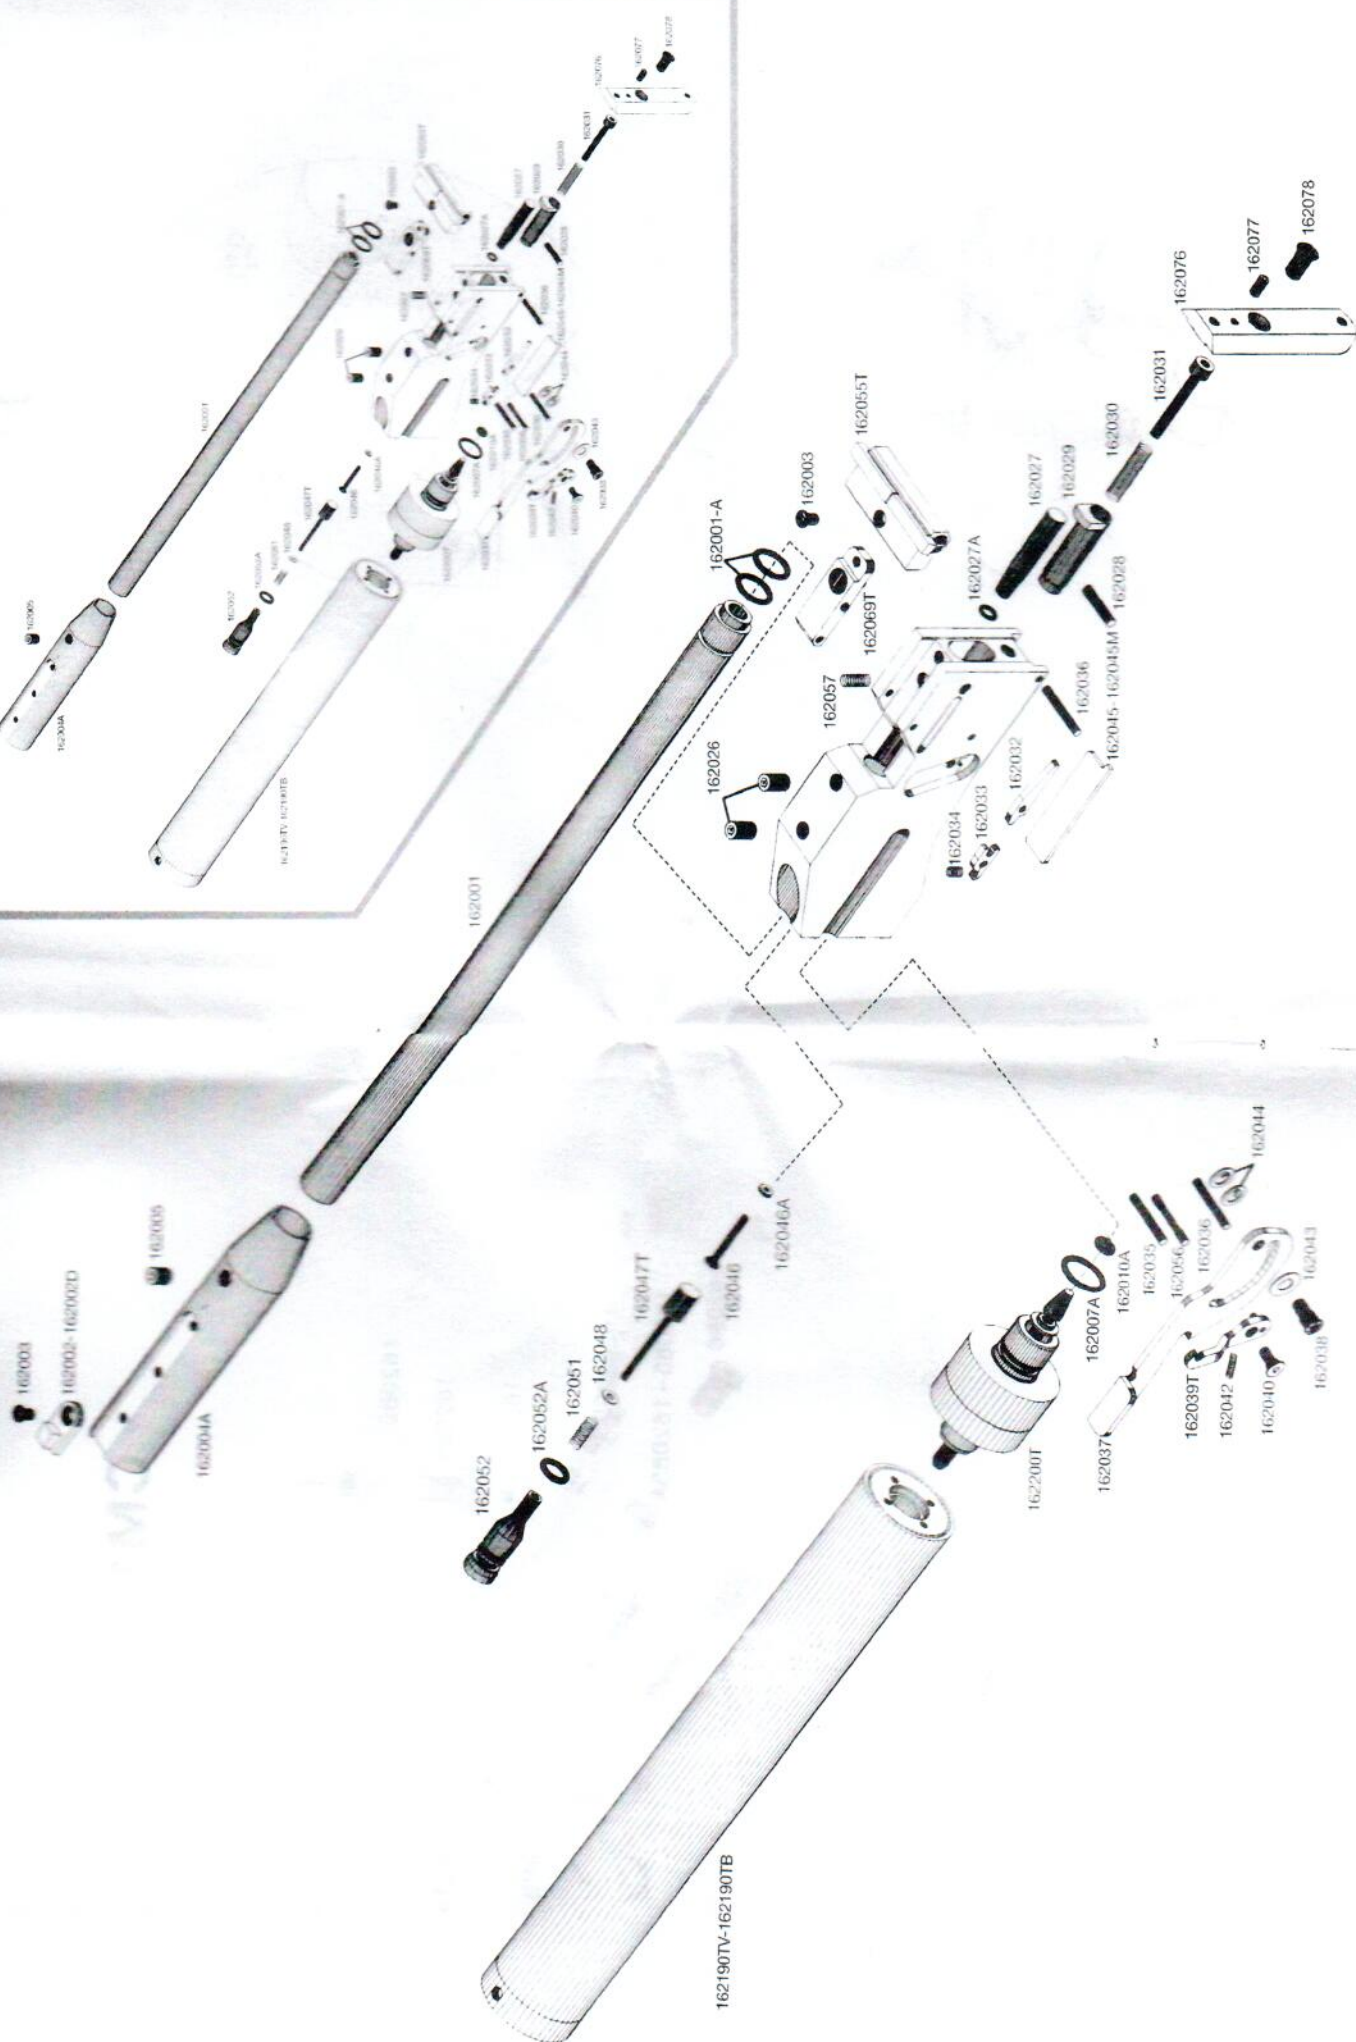

FIG. 1
1. Mise sous tension de l'arme (Fig.1)